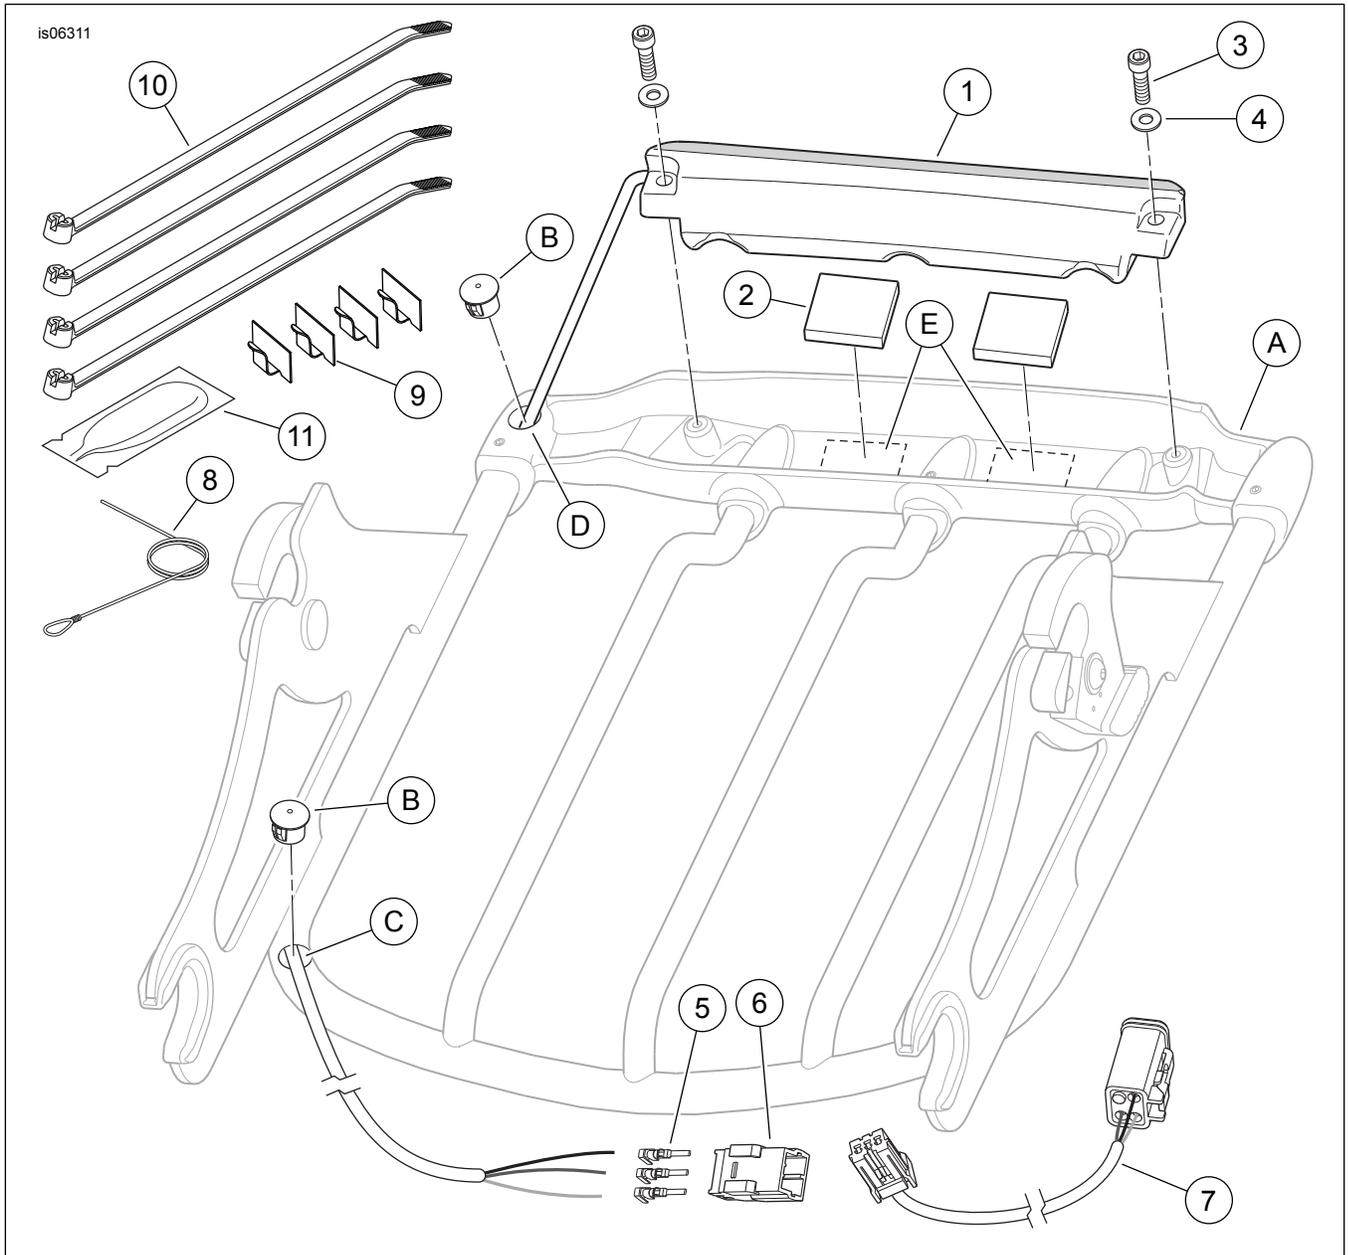

Figura 3. Peças de reposição: Luz do bagageiro removível Air Wing
Veja a Figura 3 e a Tabela 1.
1. Se já não estiver no lugar, instale o kit de ferragens de suporte removível de acordo com as instruções **desse** kit. Veja a Figura 3. Se instalado, remova o bagageiro removível Air Wing (A) do veículo e coloque-o de cabeça para baixo sobre uma superfície de trabalho.
2. Remova os tampões plásticos pretos (B) dos furos na parte dianteira e traseira do trilho do lado esquerdo.
3. Insira a extremidade com o laço do fio guia monofilamento de nylon (8) através do furo dianteiro (C) no trilho, e para fora através do furo traseiro (D). Deixe a extremidade reta para fora do furo dianteiro.
4. Fixe com firmeza os três fios do conjunto das luzes (1) no laço do fio guia. Puxe com cuidado a extremidade reta do fio guia para arrastar os fios e o tubo termorretrátil dentro e através do trilho, e para fora do furo dianteiro. Separe os fios das luzes do fio guia.
6. Retire a película (4) da parte traseira adesiva **de um lado** de um coxim (2). Posicione com cuidado o coxim na superfície superior da luz (1), entre os entalhes de separação, e pressione-o com firmeza no lugar. Repita o procedimento com o segundo coxim.
7. Veja a Figura 3. Remova a película restante de ambos os coxins e instale a luz na barra transversal traseira com dois parafusos Allen (3) e duas arruelas lisas (4), puxando a fixação para fora do furo dianteiro (C) à medida que a luz é colocada no lugar. Aperte os parafusos com firmeza.